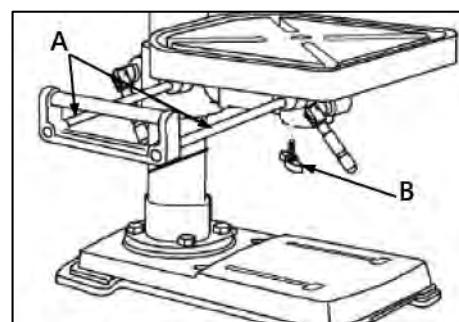

Рисунок 4.
Для установки подвижного расширения рабочего стола вставьте две направляющие (A) (рис. 4) в установочные отверстия, расположенные в основании рабочего стола. Зафиксируйте положение винтами-барашками (B).